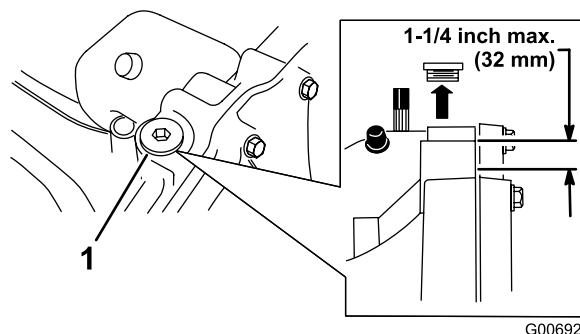

Figura 29
4. Limpie la zona alrededor del tapón de aceite (Figura 29) para que no pueda caer suciedad en el depósito, en caso de tener que añadir aceite.
Nota: El nivel debe llegar como máximo a (32 mm) por debajo de la parte superior del orificio de llenado (Figura 29). Añada aceite si es necesario.